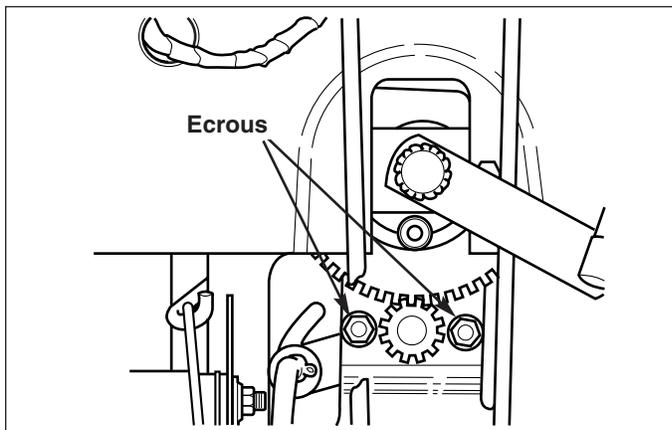

Figure 21. Réglage du pignon de direction
1. Voir la Figure 21. Desserrer les deux écrous et ajuster le support de sorte que les dents du pignon soient solidement engrenées.